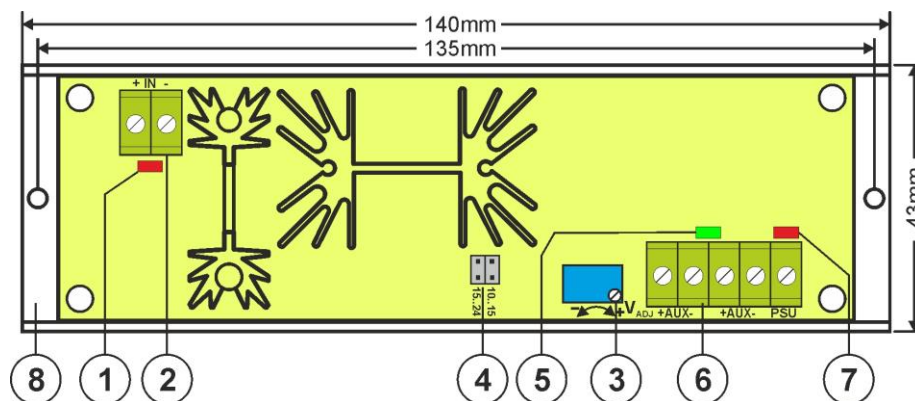

Fig.2. Vista del modulo del trasformatore.
1.2. Descrizione degli elementi e dei giunti del modulo (fig.2, tab.1, tab.2)
N. [fig.2]	Descrizione dell'elemento